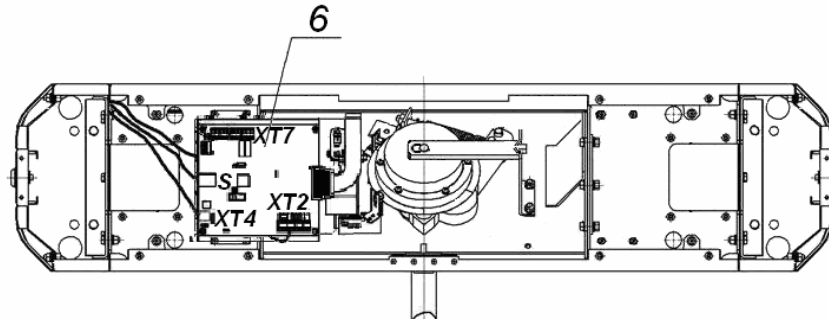

Рисунок 10. Схема прокладки кабелей в стойке ЭП:
10. Снимите крышку ЭП (3), открыв ключом замок (4). Порядок снятия крышки указан в разд. 6.
11. Протяните кабели внутри стойки. Рекомендуемое расположение кабелей при прокладке внутри стойки показано на рис. 10.